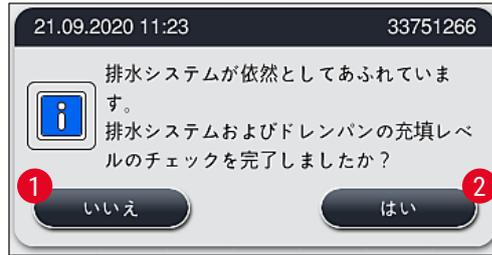

図 124
- 5 分後、さらにクリーニングを行ったのに、まだ詰まりがある場合は、メッセージ (→「図 124」) が表示され、まだ水位が高すぎるということがユーザーに通知されます。「いいえ」 (→「図 124-1」) を押すと、待機時間をさらに 5 分間延長し、さらにクリーニングを試みることができます。この 2 度目の時間でさらなるクリーニングを行ってうまくいくと、1 の項で記載したように状況は解決済みとなります。クリーニング対策のために追加時間が必要な場合は、再び「いいえ」 (→「図 124-1」) を押します。この時間は複数回繰り返すことができます。あらゆるクリーニングを試みたにもかかわらず、詰まりが取り除けなかった場合は、「はい」 (→「図 124-2」) を押すと、意図的な中止プロセスが開始します。次の 3 と 4 の項を参照してください。